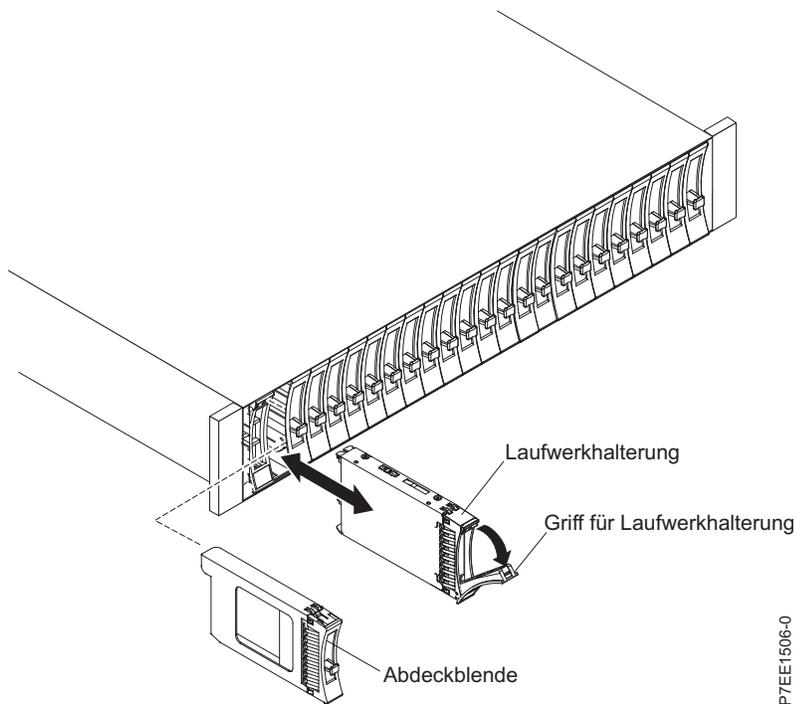

Abbildung 29. Laufwerk im 5887 Plattenlaufwerkgehäuse ausbauen
4. Ziehen Sie das Laufwerk an der Vorderseite aus dem Steckplatz und stützen Sie es dabei unten mit der Hand ab. Siehe Abb. 29 auf Seite 32.